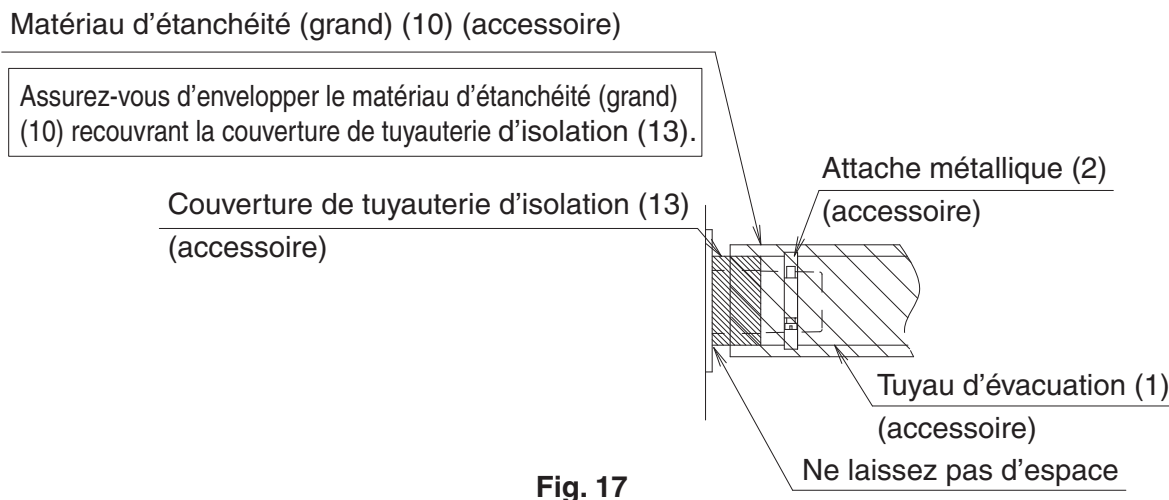
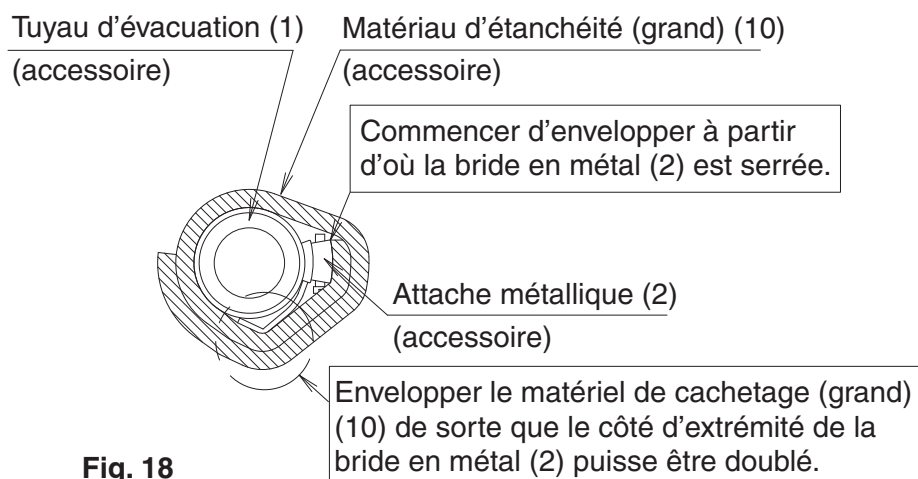

Fig. 17
Fig. 18
(3) La transpiration peut se produire et résulter dans la fuite de l'eau. Par conséquent, assurez-vous d'isoler les 2 endroits suivants (tuyauterie de drain et les douilles de vidange qui se sont étendus à l'intérieur).
Après avoir vérifié l'évacuation, placez le couvercle d'isolation de tuyauterie fourni (13) en vous reportant à la **Fig. 17** et isolez le tuyau d'évacuation (1) et l'attache métallique (2) avec le matériau d'étanchéité fourni (grand) (10) en vous reportant à la **Fig. 18**.